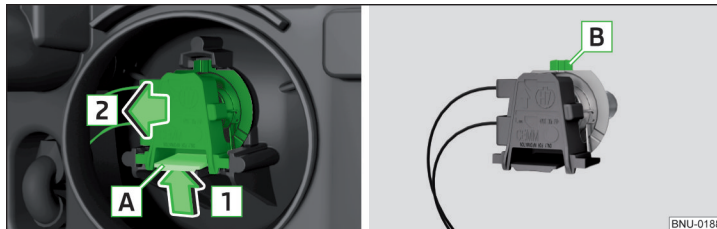

Abb. 347 Glühlampe für Ablend- und Fernlicht wechseln
- › Die Verriegelung **A** am Stecker in Pfeilrichtung **1** drücken » Abb. 347.